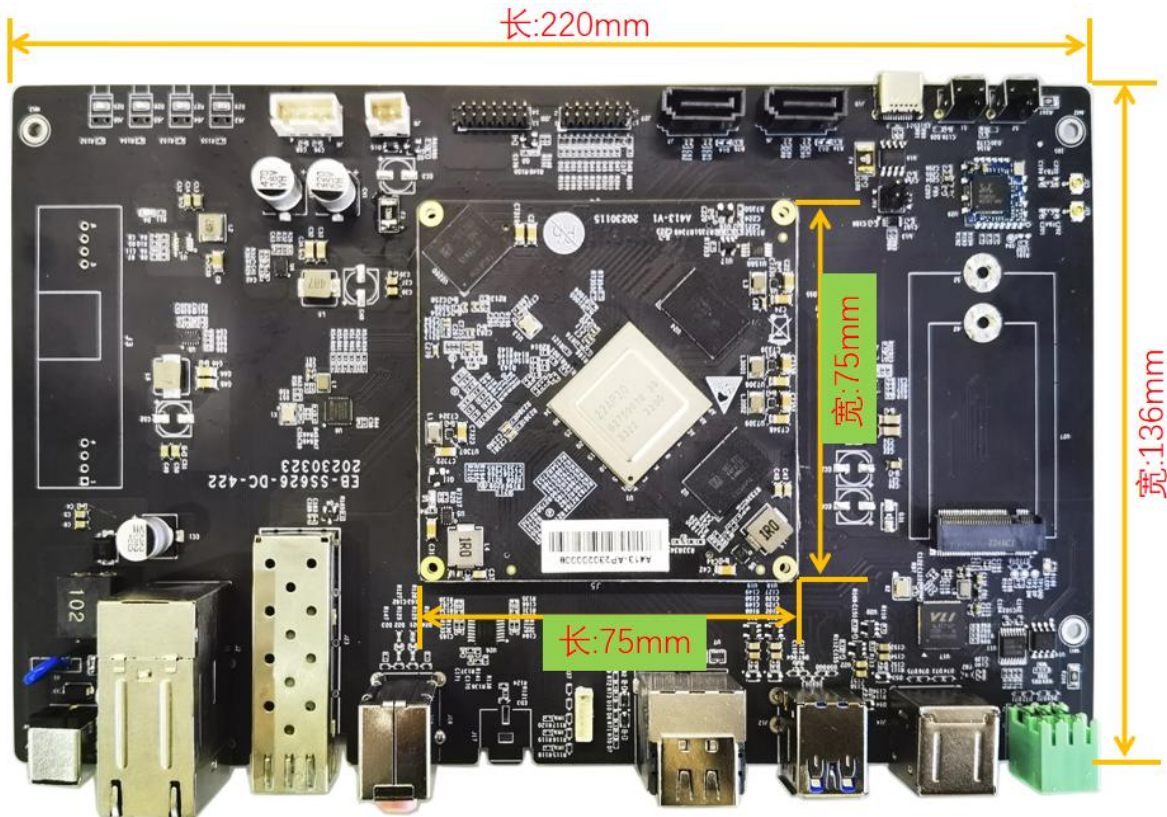

图 3.6 开发板机械尺寸图
- 核心板：如下图 3.6 所示 75*75（单位：mm），4 个定位孔的内孔直径为 2.2 mm。
- 底板：如下图 3.6 所示 220*136（单位：mm），4 个定位孔的内孔直径为 3.2 mm。